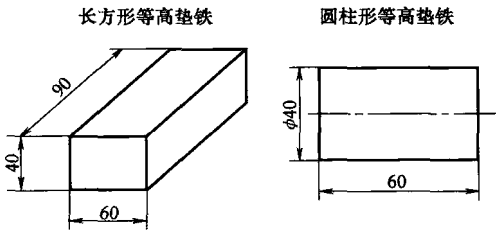
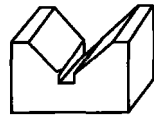
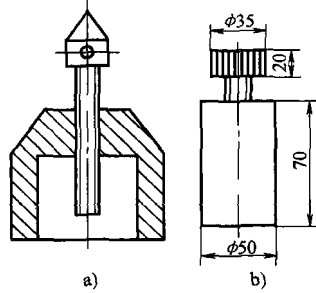
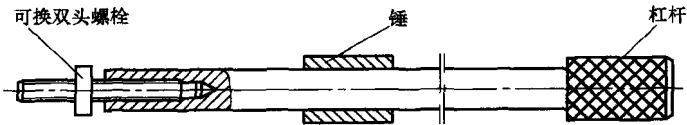

图 1-1 长方形和圆柱形等高垫铁
图 1-2 V 形等高垫铁
图 1-3 螺旋式千斤顶
图 1-4 拔销器
答：机床修理中常用的工具有：①扁头旋具；②扁头铁柄螺钉旋具；③十字旋具；④克丝钳；⑤尖嘴钳；⑥内环卡钳；⑦外环卡钳；⑧活动扳手；⑨单头扳手；⑩两头扳手；⑪单头梅花扳手；⑫双头梅花扳手；⑬内六角扳手；⑭管钳；⑮手钳；⑯台虎钳；⑰平口台虎钳；⑱平头刮刀；⑲圆头刮刀；⑳三角刮刀；㉑各种形状的油石；㉒斜铁；㉓滚杠（ $\phi 100\text{mm} \times 1500\text{mm}$  钢管、六根为一组，移动机床用）；㉔龙门起重机（没有天车的工厂使用）；㉕挠杠；㉖小锤子；㉗大锤子；㉘各种规格的丝锥；㉙各种规格的板牙；㉚锥形铰刀；㉛各种形状的锉刀；㉜手电钻；㉝小台钻；㉞套筒扳手；㉟砂轮机；㊱手锯；㊲斤不落；㊳样冲；㊴划规；㊵磁力表座；㊶长方形和圆柱形等高垫铁（见图 1-1），用来支承部件，也便于测量，每组为三个；㊷V 形等高垫铁：主要用来支承圆柱检验芯棒，测量两导轨的平行度，两块为一组（见图 1-2）；㊸螺旋式千斤顶，用途与长方形等高垫铁相同，但可调整（见图 1-3）。螺旋式千斤顶分为两种形式，图 1-3a 所示的尺寸根据具体情况而定；应用最广泛的是支承大平板，使平板平面处在水平状态；㊹拔销器如图 1-4 所示，一般用螺钉将带内螺钉孔的锥销拔出锥孔